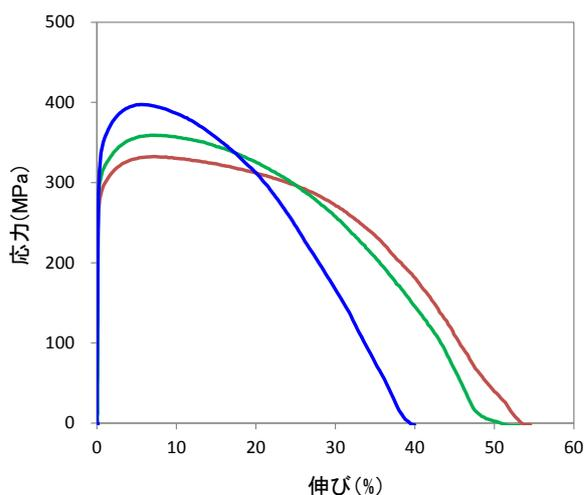

図3 試験片採取位置による応力-ひずみ線図の比較例 (評点間距離0.8 mmの伸び)
- 評点間距離0.8 mmの伸びひずみを算出し、応力-ひずみ線図を作成(図3)